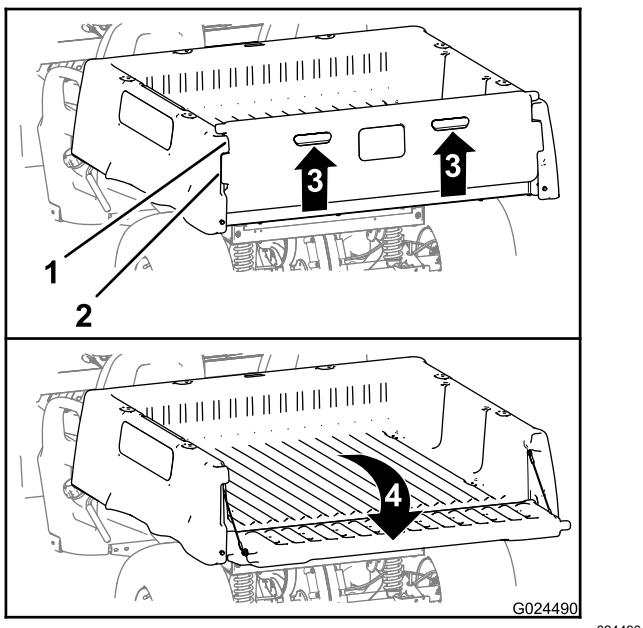

Figure 15
- Passez les doigts dans les poignées du hayon pour le soulever (Figure 15).
- Alignez les bords de verrouillage du hayon sur les ouvertures entre les bords de verrouillage du plateau de chargement (Figure 15).
- Faites pivoter le hayon vers l'arrière et le bas (Figure 15).
- Faites pivoter le hayon vers le haut et l'avant jusqu'à ce que les bords de verrouillage soient au niveau du creux dans le plateau de chargement (Figure 15).
- Baissez le hayon jusqu'à ce qu'il soit engagé à l'arrière du plateau de chargement (Figure 15).